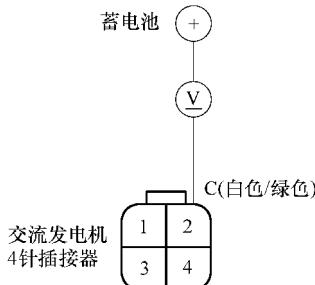

图 3-30 测量交流发电机 2 号端子与蓄电池正极端子之间的电压
7) 如图 3-30 所示, 测量交流发电机 4 针插接器 2 号端子与蓄电池正极端子之间的电压是否为 1 V 或更低。